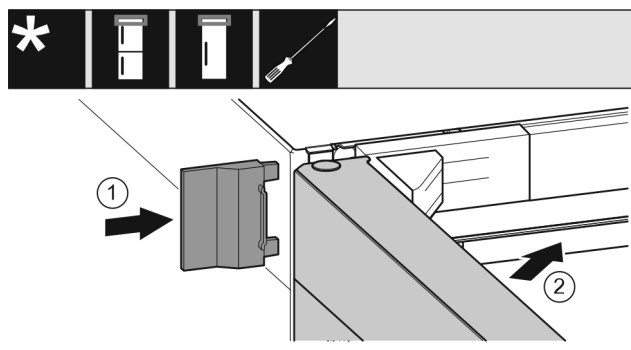

Fig. 27
- Äußere Abdeckung Fig. 27 (1) aufschieben.
- Obere Tür Fig. 27 (2) schließen.